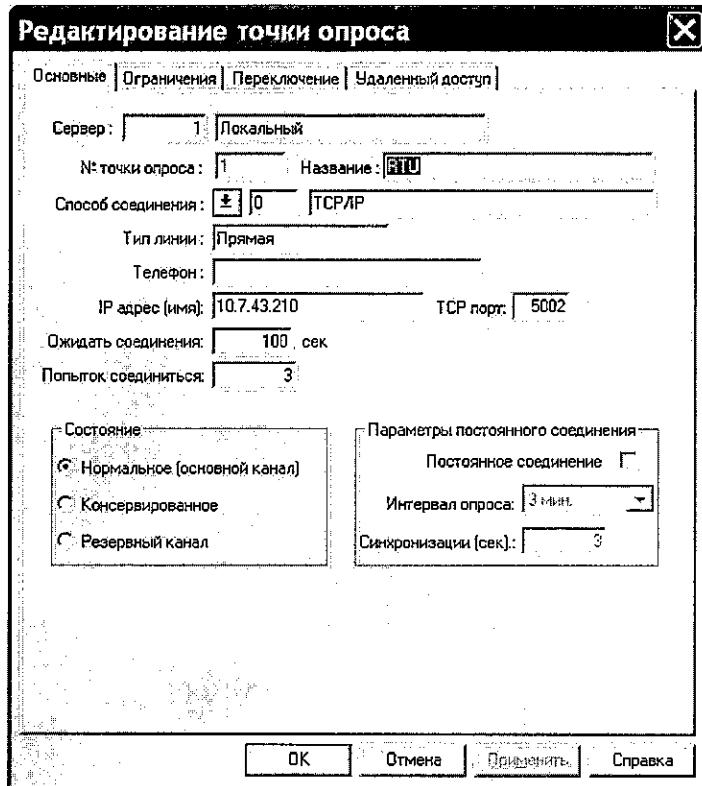

Рисунок 3
6.3.8 Ввести характеристики коммуникации в окне «Редактирование точки опроса» (Рисунок 3):